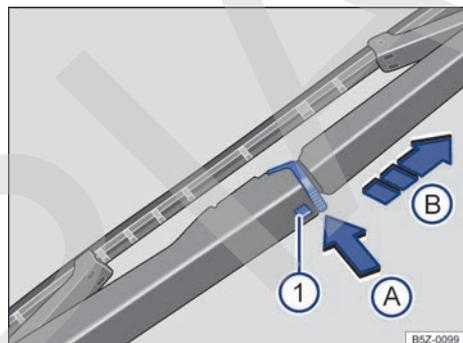

Fig. 135 Cambiar la escobilla del limpialuneta.
- Mantenga pulsada la tecla de desbloqueo ⇒ fig. 135 (A).
- Pulse el bloqueo de la escobilla del limpiavidrios ⇒ fig. 135 en el sentido de la flecha (A).
- Tire de la escobilla del limpiavidrios ⇒ fig. 135 en el sentido de la flecha (B).
- Introduzca la nueva escobilla del limpiavidrios **del mismo tamaño y modelo** en el brazo del limpiavidrios en el sentido contrario a la flecha ⇒ fig. 135 (B) hasta que encaje.